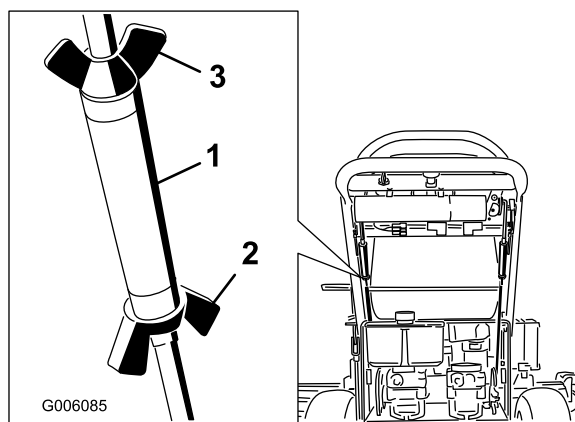

Figure 36
3. Desserrez les écrous à oreilles sur la tige de commande droite et tournez le tendeur dans un sens ou dans l'autre pour que le levier de commande droit soit centré en position de verrouillage au point mort. Fixez le tendeur en position avec les écrous à oreilles (Figure 36).
4. Desserrez les écrous à oreilles sur la tige de commande gauche et tournez le tendeur dans un sens ou dans l'autre pour changer la correction directionnelle. Fixez le tendeur en position avec les écrous à oreilles (Figure 36).